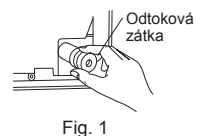

Fig. 1
- Spojte chladivové potrubie a odtokovú hadicu dokopy a potom od konca pevne aplikujte pletenú pásku (4). Šírka prekrytia pletenej pásky (4) by mala byť 1/3 šírky pásky. Koniec pletenej pásky (4) ovíňte obvazom.
- Vytiahnite odtokovú zátku na pravej zadnej strane interiérovej jednotky. (Fig. 1)